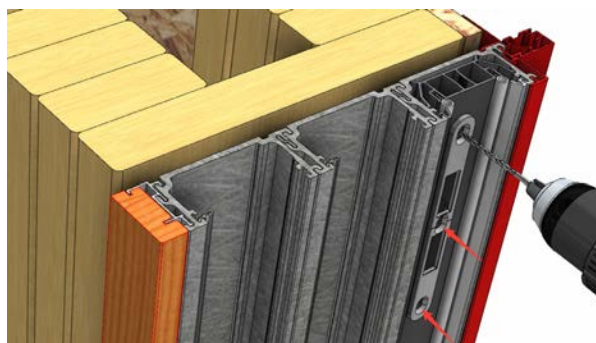

Fig 44
- Utilice los agujeros de los marcos que dejaron los tornillos colocados de fábrica para perforar un agujeros de 1/8" a través de los marcos hasta llegar a la estructura (Fig. 44).